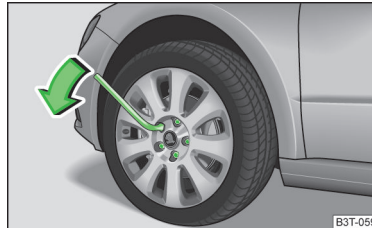

Abb. 182
- Am Schlüsselende fassen und die Schraube etwa **eine** Umdrehung in Pfeilrichtung drehen » Abb. 182.
- Am Schlüsselende fassen und die Schraube entgegen der Pfeilrichtung drehen » Abb. 182, bis diese fest ist.